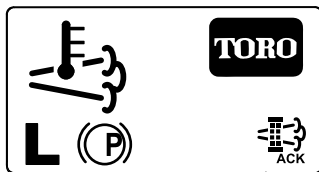

Figure 79
8. L'InfoCenter affiche l'écran d'accueil et l'icône de confirmation de régénération (Figure 79) apparaît en bas à droite de l'écran pendant le processus de régénération.